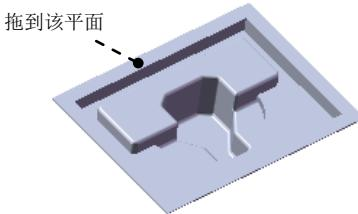

图 16.2.38 成形特征 1
Step3. 创建图 16.2.38 所示的成形特征 1。
- (1) 单击任务窗格中的“设计库”按钮 ，打开“设计库”对话框。
- (2) 单击“设计库”对话框中的  ch16 节点，在设计库下部的列表框中选择“hinge_shaped_tool_01_01”文件，并拖动到图 16.2.38 所示的平面，在弹出的“成形工具特征”对话框中单击  按钮。